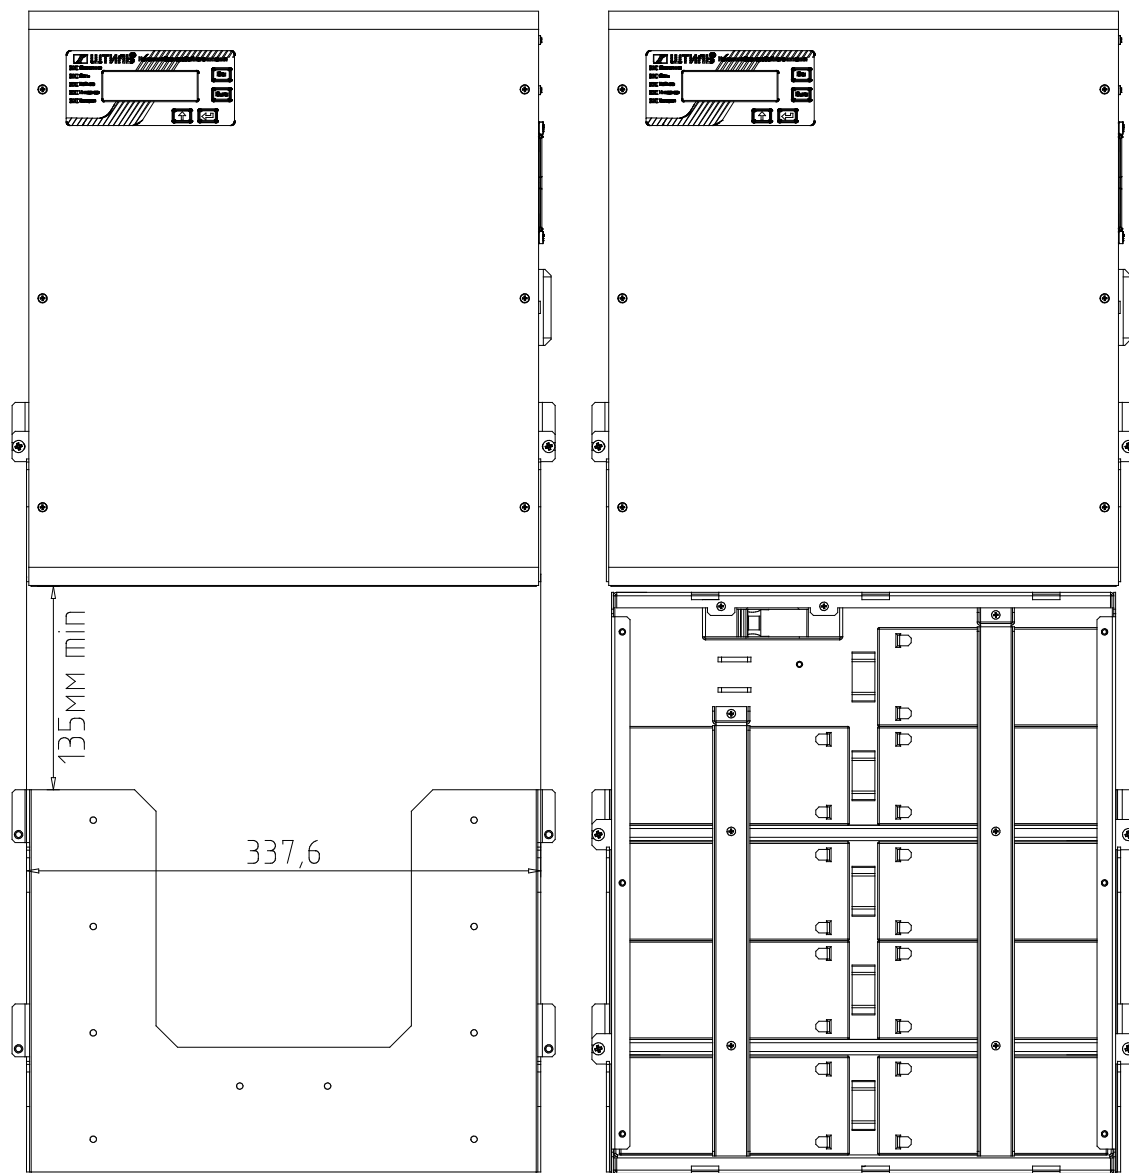

Рисунок 3 – Рекомендованное расположение кронштейна для крепления изделия на стену и пример установки ИБП и батарейного модуля
1. Выбрать место для установки изделия (см. рисунок 3).